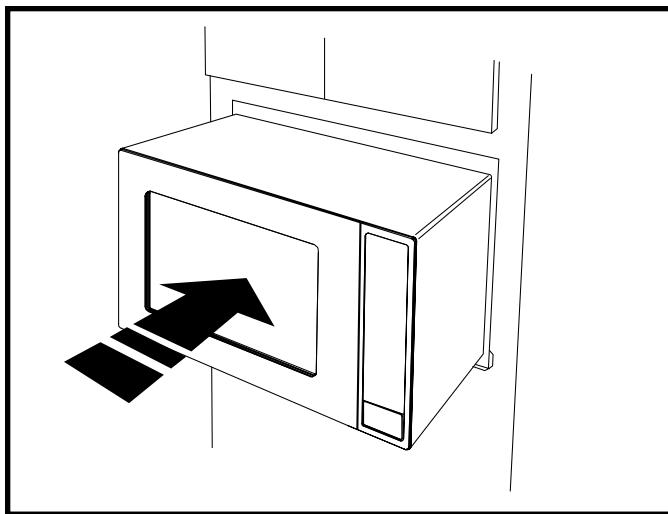
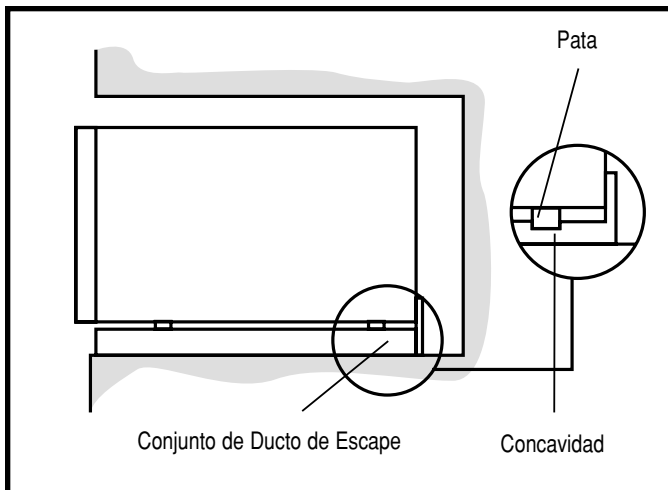

Ilustración 3
Ilustración 4
2. Guíe cuidadosamente el horno ensamblado dentro de la abertura preparada. Deslice el horno sobre el Conjunto de Ducto de Escape. Véase la ilustración 3. Evite pellizcar el cable de energía entre el horno y la pared. Ajuste la posición del horno de modo que las patas del horno encajen dentro de las concavidades del Conjunto de Ducto de Escape. Véase la ilustración 4.